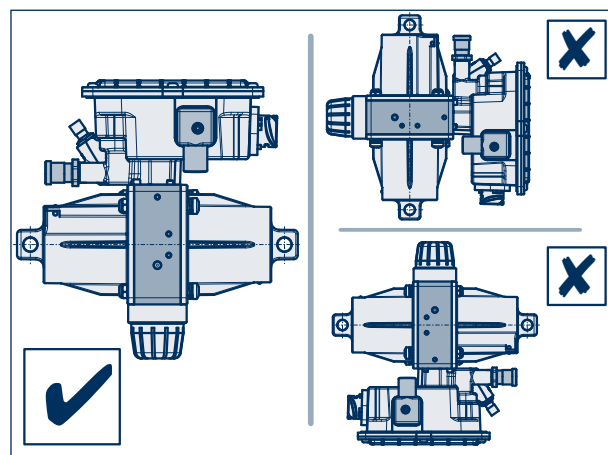

Bild 12
- [5] Sätt in AirSave Control Box i hållarna på ramen med hjälp av fästskruvarna och distansbrickan. Se till att Control Box är korrekt inriktad, se bild 12.